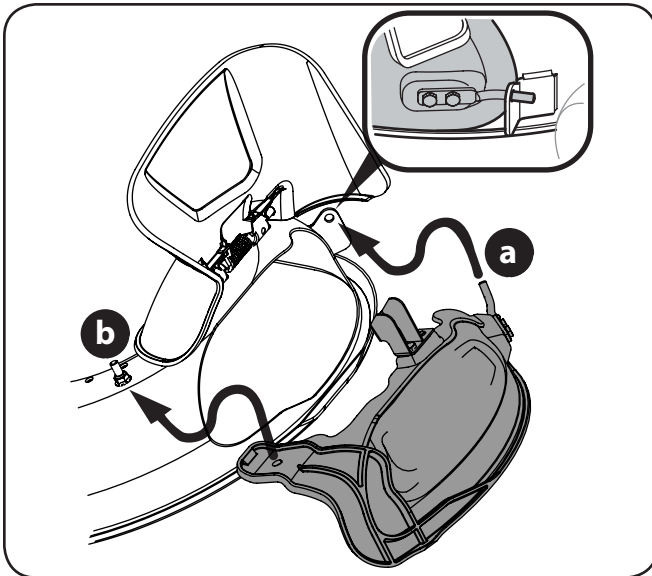

Figure 1-4
2. Pour installer le bouchon de déchetage, relevez le déflecteur d'éjection. Voir Figure 1-4.